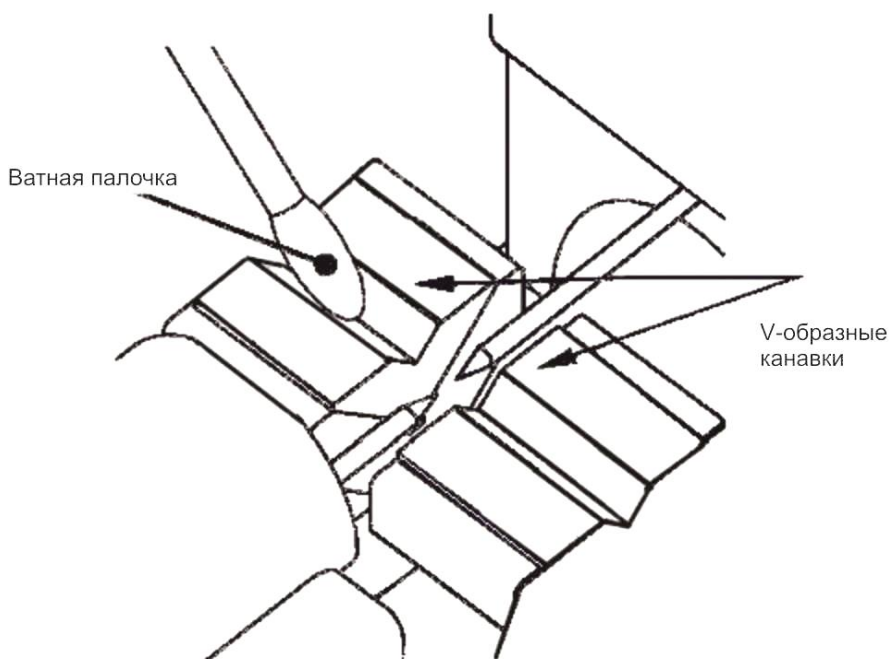

Рис. 4-1
- 2) Очистите нижнюю часть V-образной канавки с помощью ватного тампона, смоченного в спирте, как показано на Рис. 4.1. Удалите излишки спирта из V-образной канавки с помощью сухого ватного тампона.